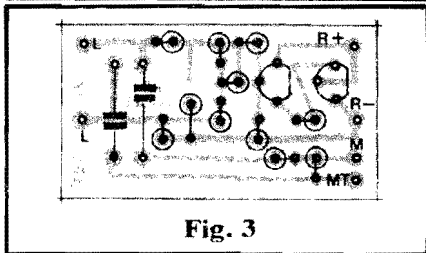
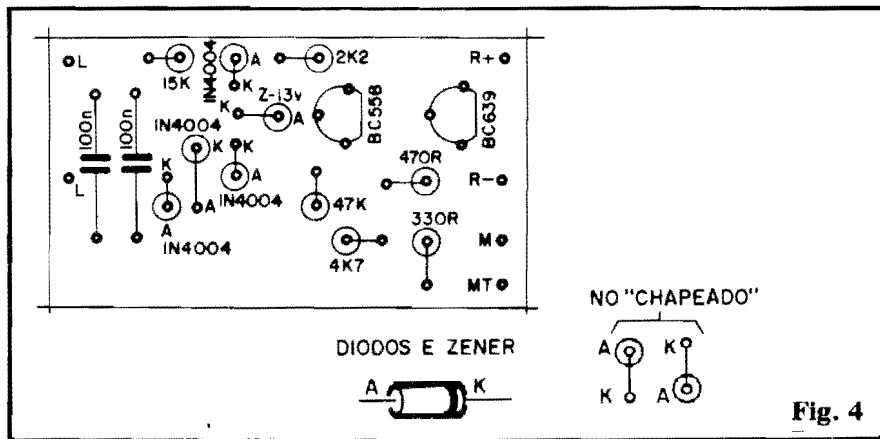

Fig. 3
Fig. 4
- FIG. 3 - "Chapeado" básico da montagem... Devido ao alto grau de compactação, tornou-se praticamente impossível demarcar diretamente nesse lay out básico (que encontra-se, na figura, em escala 1:1) os valores, códigos, polaridades, etc., dos componentes, conforme é costume nas montagens de APE (a figura deve, então, ser analisada e considerada em conjunto com o próprio diagrama - fig. 4...). Serve, contudo, para parametrar o posicionamento real das peças e também para indicar os terminais de conexões externas (também detalhados nas próximas figuras...). Aos principiantes, lembramos que num "chapeado" a placa surge vista
- FIG. 4 - Agora em "escala dobrada", o "chapeado" é revisto incluindo os valores, códigos e polaridades de todos os componentes... Observem, principalmente, as posições e codificações dos dois transistores. Como todos os resistores e diodos são montados "em pé", a identificação dos terminais de anodo (A) e catodo (K) destes últimos, exige um cuidado extra. Na mesma figura temos a aparência dos diodos (vale também para o zener), com seus terminais devidamente identificados e codificados, ao lado das duas estilizações adotadas no "chapeado" (com as correspondentes marcações dos seus terminais "A" e "K"...). Lembramos que todos os componentes devem ser inseridos até que seus corpos fiquem tão rentes à placa quanto possível (de modo que a "espessura" final do circuito mantenha-se mínima...). Terminadas as soldagens (que devem ser feitas a partir de todos os cuidados cos-